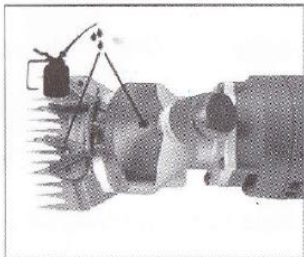

Рис. 1 Смазка через отверстие на головке (отверстие 1 – фиксированная позиция; отверстие 2 – верх)
3. Во время работы необходимо добавлять смазочное масло в машинку. После того, как машинка отработает 1-2 минуты, лезвия необходимо снова смазать. Обычно это 5 – 8 капель. Капайте масло в два отверстия на машинке через каждые тридцать минут работы. Количество – 3 – 5 капель (см. рис. 1)